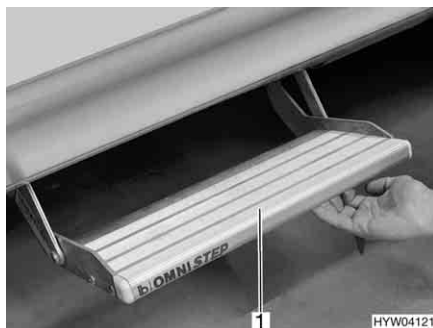

Fig. 15 Scalino di ingresso (integrato)
- Afferrare dal basso lo scalino di ingresso (Fig. 15,1) ed estrarlo finchè non si innesta.
- Afferrare dal basso lo scalino di ingresso (Fig. 15,1) e sollevarlo leggermente.